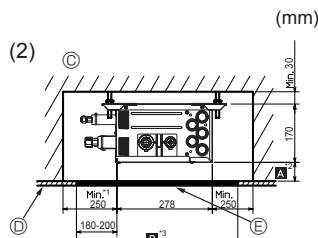
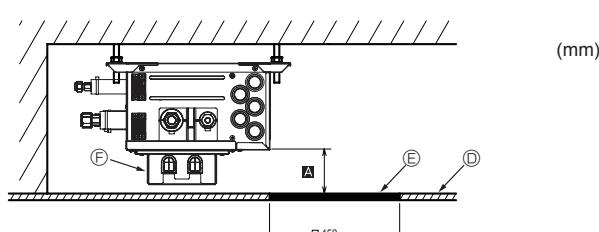

Fig. 4-7
Fig. 4-9
(2) Zijaanzicht (Fig. 4-7, Fig. 4-8, Fig. 4-9)
Om de Reactor Box te installeren, stel in op min. 270 mm <aanbeveling> (Fig. 4-9). Ⓐ
Als "□ 450" maakt u een onderhoudsgat aan de zijde van een printplaat (zoals getoond in Fig. 4-8, Fig. 4-9), en is "min. 300 mm" nodig als afstand Ⓐ.